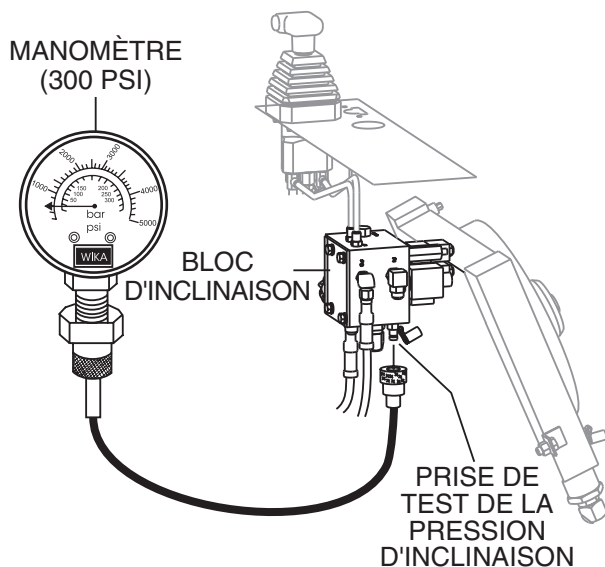

Figure 51. Port de test de la pression d'inclinaison
1. Installer un manomètre à 3000 PSI sur le port d'essai de la pression d'inclinaison du bloc d'inclinaison (figure 51).